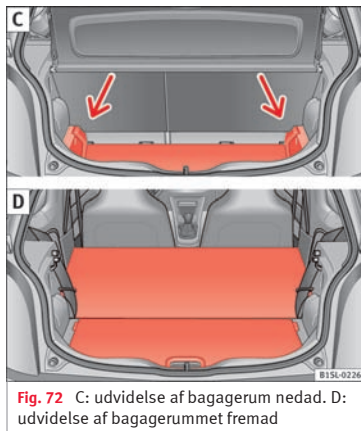

Fig. 72 C: udvidelse af bagagerum nedad. D: udvidelse af bagagerummet fremad
- Løft bagagerumsbunden, og tryk den nedad i skinnen »» **Fig. 72 C** (pile).